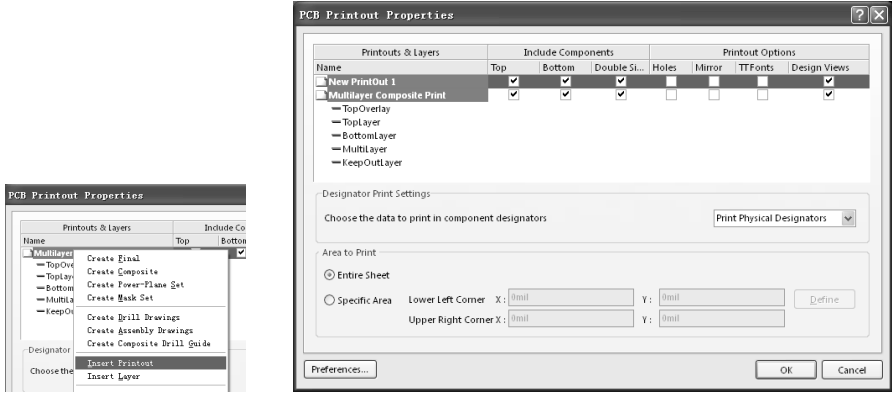

图 3.5.28 新的打印输出层面
(2) 在窗口中右键单击,在弹出的快捷菜单中选择“Insert Printout (插入打印输出)”选项,建立新的输出层面“New PrintOut 1”,如图 3.5.28 所示。